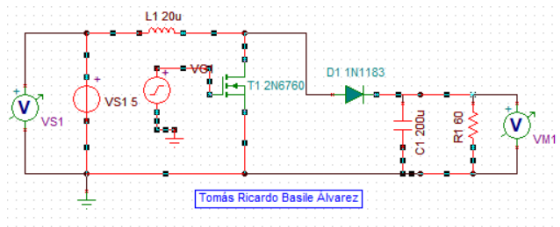

Figura 21: Convertidor Boost en la primera etapa de funcionamiento
Simulé el circuito con un análisis transitorio con una duración de  $50\mu s$ . En la figura 21 se ven las gráficas resultantes.
- Primera Etapa: Cuando la señal cuadrada de voltaje  $V_{G1}$  se encuentra en el estado encendido, dicho voltaje aplicado sobre la terminal Gate del MOSFET hace que éste actúe como un interruptor encendido. Entonces, las terminales Drain y Source del MOSFET están conectadas y puede fluir corriente entre ellas. Por ello, en esta etapa las partes activas (por las que fluye corriente) en el circuito son las marcadas en rojo en la figura 21.